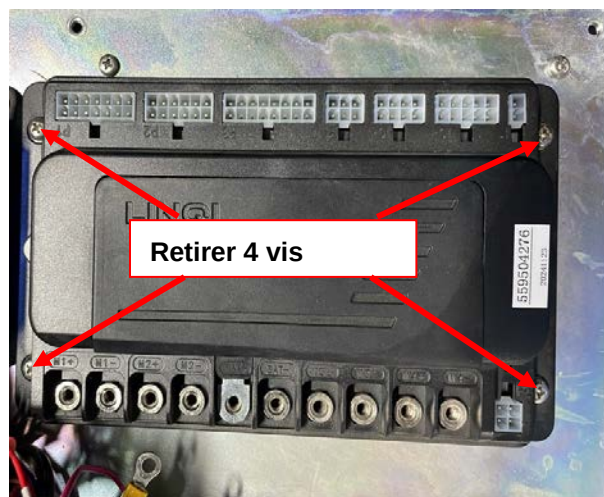

Figure 11
5. Retirer les 4 vis qui fixent le contrôleur principal (EB1) et le sortir (Figure 11).